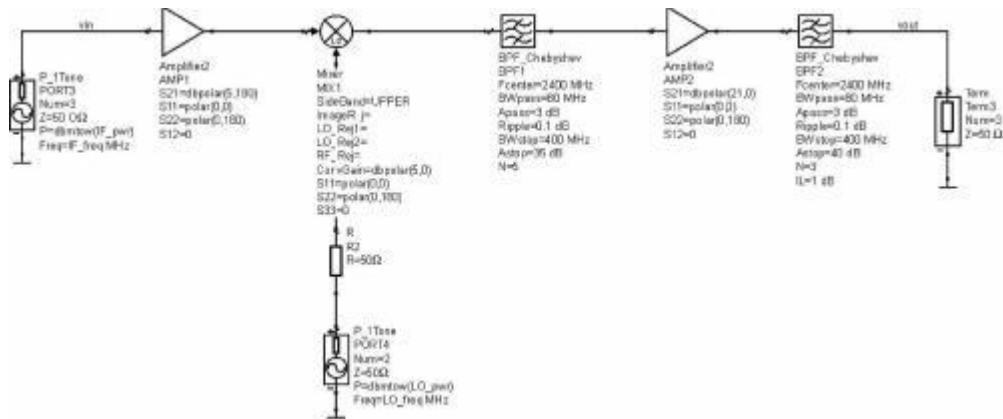

图8 2.4G射频发送机原理图
(5) 选择“Simulation-S\_Param”元件面板，从面板中选择一个终端“Term”插入原理图中，作为发送机输出终端。再从“Lumped Components”元件面板中选择一个 $50\Omega$ 电阻作为本振输入电阻。在工具栏中单击[GROUND]按钮插入三个地，之后单击[Insert Wire]按钮将元件连接起来，如图8所示，并为发送机的输入和输出分配线名 $V_{in}$ 、 $V_{out}$ ，完成原理图。